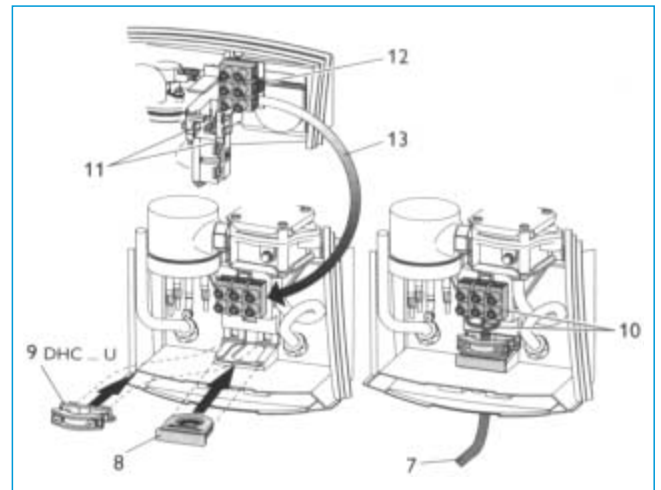
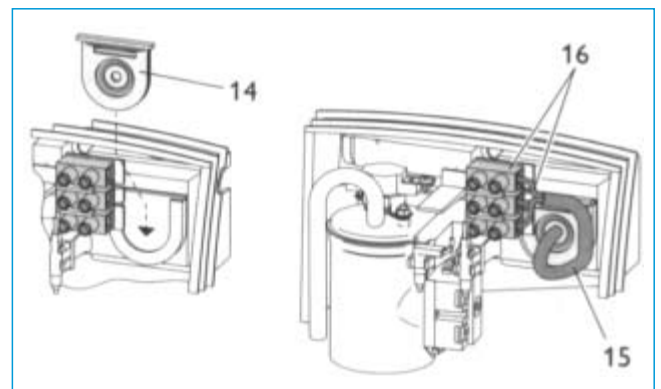

Fig. 16
Fig. 17
3. Cortar el cable de red según lo indicado en la fig. 16 y desaislarlo (no es necesario en el caso del DHC 3 U).
Emplear el pasacables incluido (fig. 16, pos. 8 ó fig. 17, pos. 14) para prevenir las infiltraciones de agua. Recortar el disco estanqueizante para adaptarlo a la forma del cable de red.
DHC 3 U (fig. 16):
DHC 6 U (fig. 16):